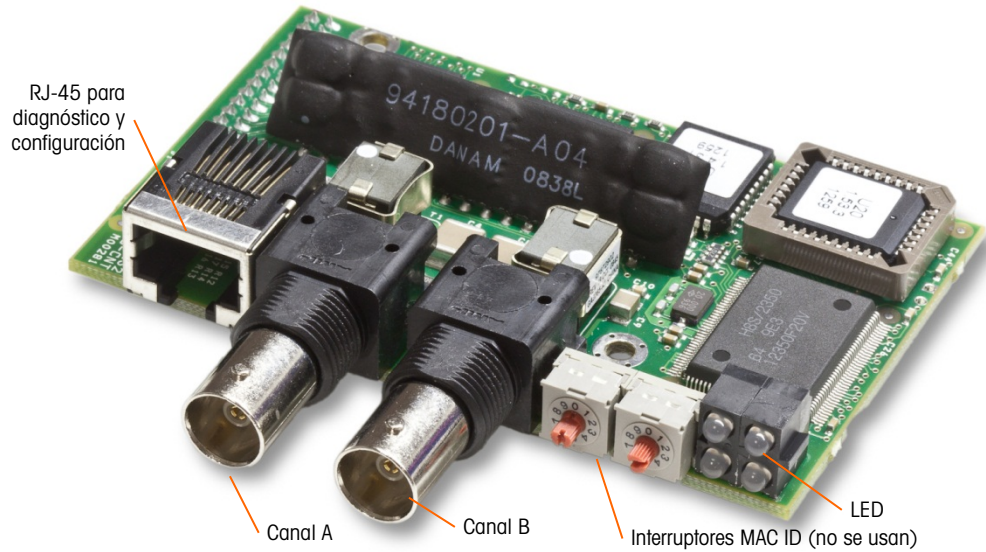

Figura 2-108: Conexiones y componentes del módulo PLC de ControlNet
La tarjeta opcional de PLC ControlNet (Figura 2-108) está instalada en la posición 3 (Figura 2-94) en la tarjeta principal.
La opción ControlNet se conecta a la red ControlNet a través de un cable que se conecta y se despliega desde el cable de conexión original. La opción es compatible con una conexión o dos (para redundancia). El canal A es la conexión normal y el canal B (redundante con el canal A) puede usarse si ControlNet no detecta señal en el canal A. Observe que la dirección del módulo se establece en software, y los interruptores MAC ID indicados en la Figura 2-108 no se usan.
- No enchufe un cable Ethernet en el conector RJ-45 mostrado a la izquierda en la Figura 2-108. Esta conexión no se usa.